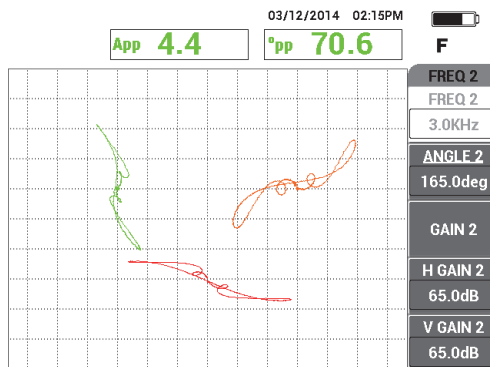

図 5-139 サポートリングのスキャン
7. チューブのサポートリング近くの、欠陥のない領域にプローブを置き、バランスフットスイッチを押します。サポートリングをスキャンし、それが終了したらフリーズキー (❄) を押します (227 ページの図 5-139 を参照)。